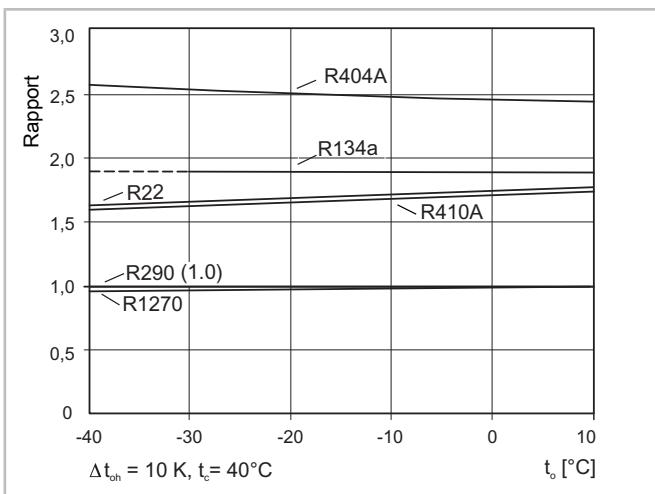

Fig. 5: Débit massique de différents fluides frigorigènes par rapport à R290 avec une puissance frigorifique identique
- Flux massique de fluide frigorigène faible : En cas de puissance frigorifique identique, environ 55-60% comparé à R22 et environ 40% comparé à R404A/R507A (voir figure 5, page 38).